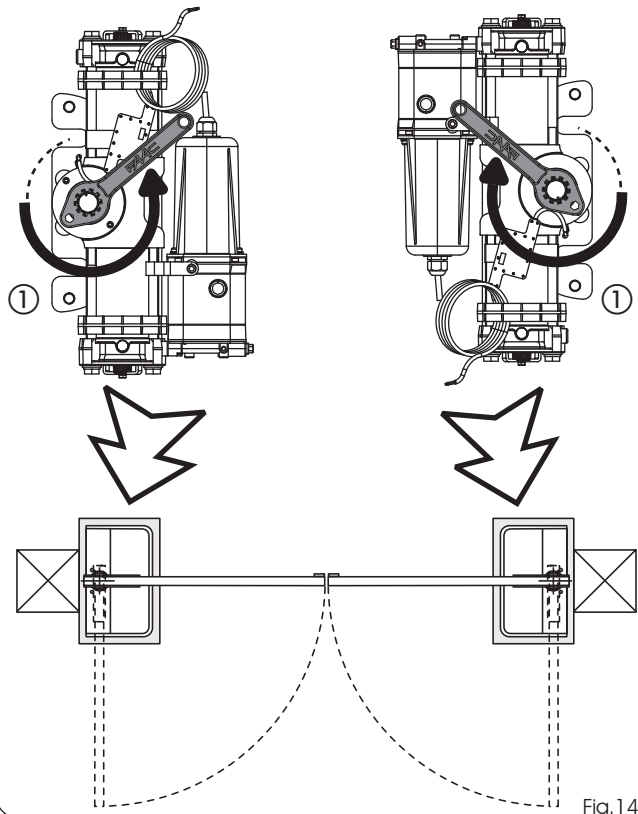

Fig.14
- 5) Tourner le pignon de l'opérateur avec la clé fournie en dotation (Fig.14 réf.①), dans le sens de la fermeture du portail, jusqu'à atteindre la butée intérieure du piston et enlever la clé.